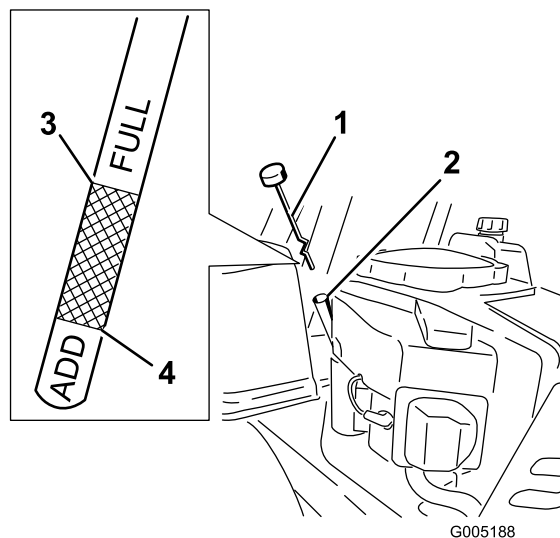

Bild 26
4. Schrauben Sie den Ölpeilstab heraus und wischen Sie das Öl ab (Bild 26). Setzen Sie den Peilstab wieder in das Rohr und setzen Sie den Deckel auf. Schrauben Sie den Deckel nicht auf das Rohr.
5. Entfernen Sie den Peilstab und prüfen den Ölstand. (Bild 26).
8. Nehmen Sie den Öleinfüllstutzendeckel/Peilstab ab (Bild 26).
14. Gießen Sie ca. 80 % der angegebenen Ölmenge langsam in den Einfüllstutzen (Bild 26).
15. Setzen Sie den Ölfüllstutzensdeckel/Peilstab ein (Bild 26).
16. Prüfen Sie den Ölstand (Bild 26); siehe „Prüfen des Ölstands“.
18. Setzen Sie den Deckel des Öleinfüllstutzens bzw. den Peilstab ein und schrauben Sie ihn fest (Bild 26).